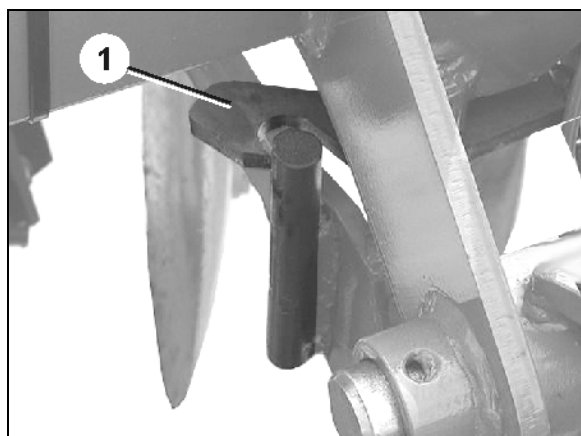

Рис. 27
- с двух сторон зафиксируйте ряды дисков с помощью фиксирующих крюков (Рис. 27/1) в транспортном положении.
- Снимите фиксирующие крюки и разблокируйте ряды дисков (Рис. 27/1).